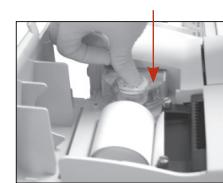

Figure 2 : Installer la nouvelle cartouche de la pompe, puis enfoncez le rouleau de la pompe
- Tenir la nouvelle cartouche de la pompe péristaltique à côté du moteur de la pompe (tétines vers le bas). Faire pivoter à la main l'axe du moteur de manière à l'aligner avec la rainure du corps de la pompe. Ensuite, aligner la cartouche sur l'axe du moteur et l'enfoncer fermement jusqu'à ce qu'elle soit bien assise dans le boîtier (Figure 2).
- Enfoncer le rouleau de la cartouche de la pompe jusqu'à ce qu'il soit bien en place sur l'axe du moteur de la pompe (Figure 2).